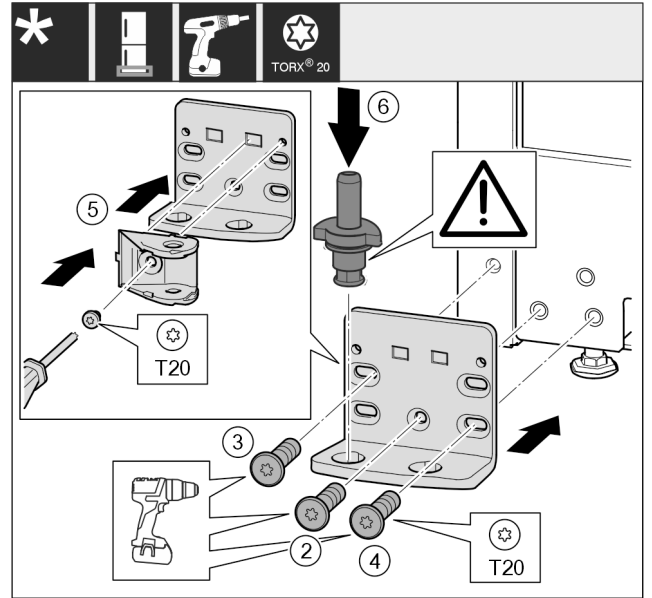

Fig. 19
- ▶ 将托架安装到另一侧，并借助 T20 螺丝刀旋紧。用螺钉 2 从底部的中心开始。 Fig. 19 (2)
- ▶ 拧紧螺钉 3 和 4。 Fig. 19 (3,4)